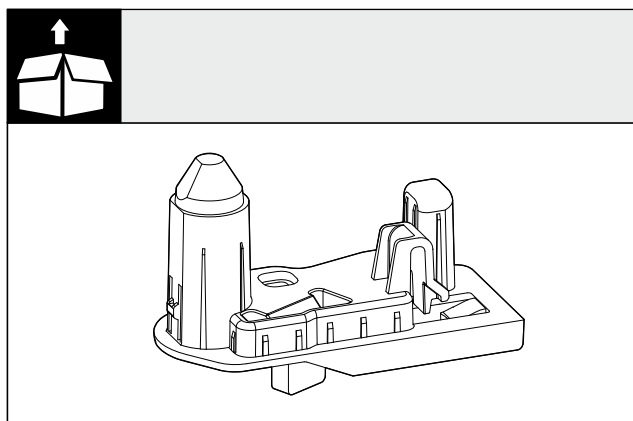

Fig. 8 Lagerbussning dörr
- Kontrollera monteringsdelarna i paketet. (se Fig. 8)